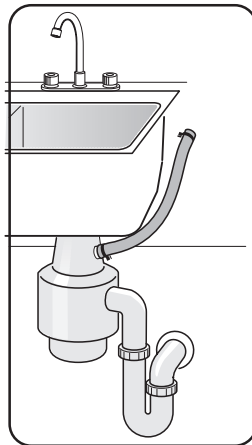

Ilustración 23
- 2 Directamente a la conexión de evacuación para lavadoras de platos en un eliminador de basura, como muestra la **Ilustración 23**.